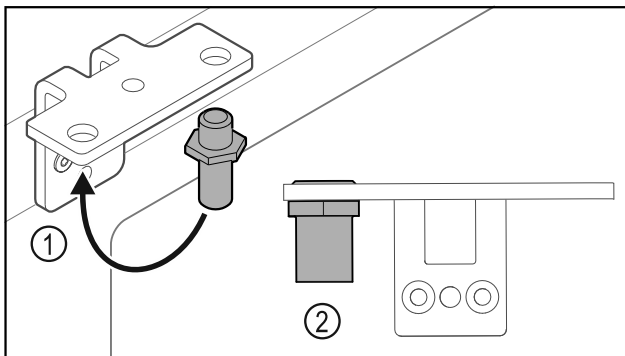

Fig. 36
- Cambiar la posición del perno Fig. 36 (1) en la escuadra de bisagra.
- Apretar el perno Fig. 36 (2) con un **par de 12 Nm**.